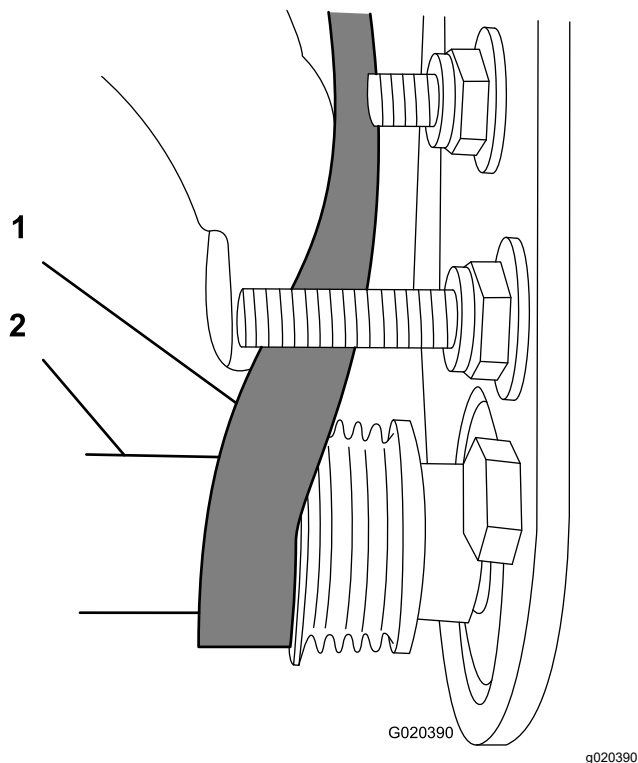

図 25
- C. 深穴ソケット 9/16" を使って、ブラシアセンブリを回転させながら、ベルトを受動プーリに掛けまわす 図 25。